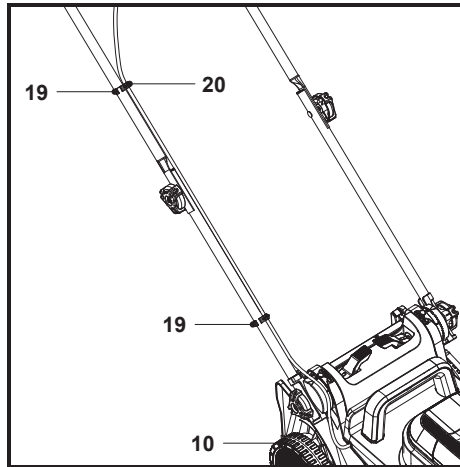

Fig. 4
6. Fixer le cordon de commande (20) à l'aide des deux serre-câbles (19) (Fig. 4).